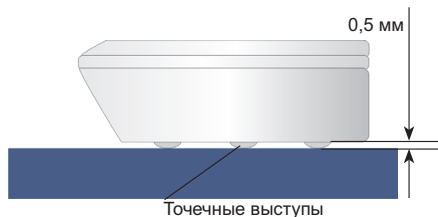

Рис. 9. Установка датчика на пол.
- На полу контактными пластинами вниз. У радиодатчиков предусмотрен конструктивный откос, что позволяет устанавливать его у плинтуса. Точечные выступы на корпусе датчика не позволяют контактными пластинами касаться пола, что предотвращает ложное срабатывание и загрязнение пластин (рис. 9).